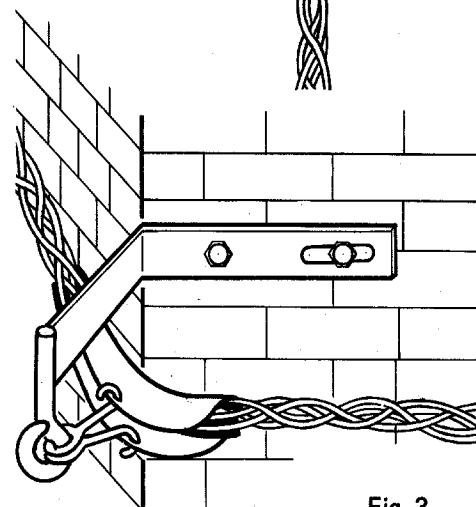

Fig. 3
-- Lorsque l'effort de traction auquel est soumis le faisceau tend à l'appliquer contre la façade (fig. 3), il est fait usage de la console CRA 25 (voir fiche technique FE 23).